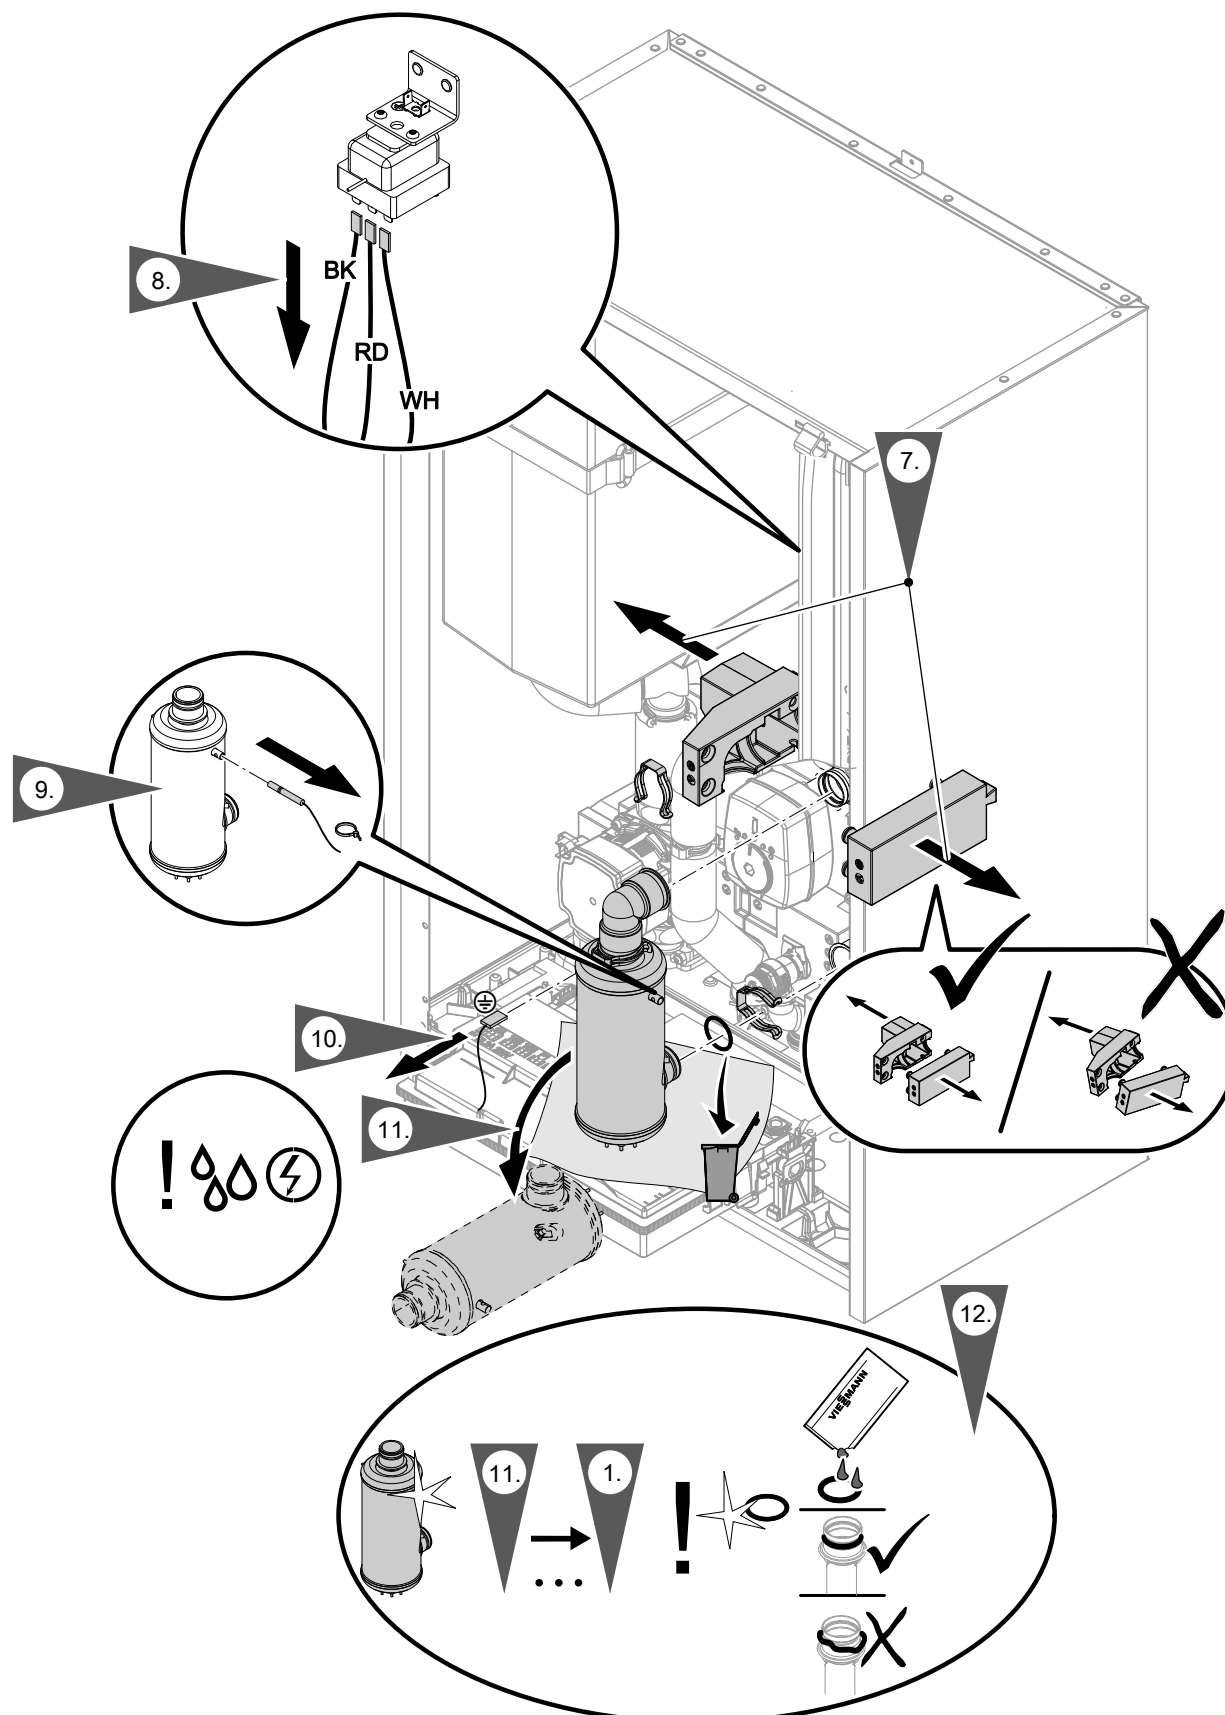

Abb. 105 Farbkennzeichnung der am Sicherheitstemperaturbegrenzer angeschlossenen Adern beachten (gemäß IEC 60757):
- Temperatursensor am Heizwasser-Durchlauferhitzer und elektrische Leitungen am Sicherheitstemperaturbegrenzer: Siehe Abb. 105.